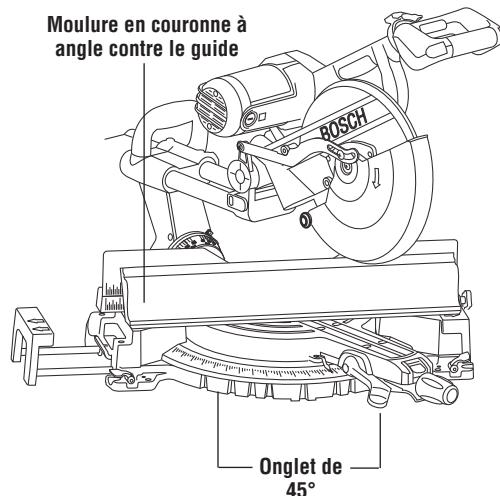

Figure 40. Moulure en couronne à angle par rapport à la table et au guide
- Pour les coins à 90°, réglez l'angle d'onglet en vous servant du tableau ci-dessous. Serrez les bouton de blocage de l'onglet (Figure 40).